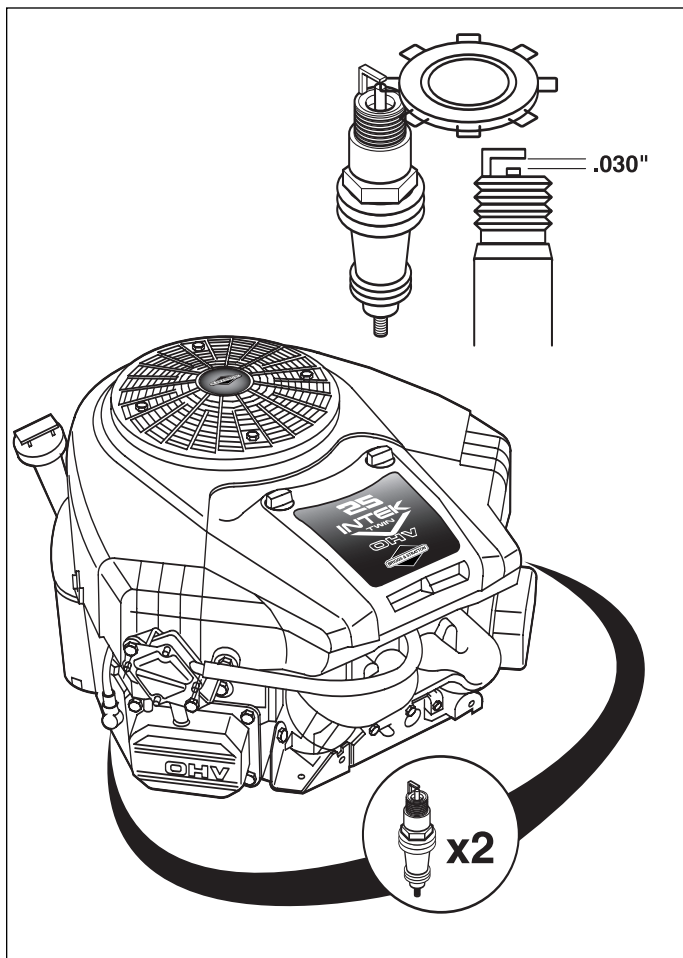

Figure 35. Écartement des électrodes de bougie
2. Voir les Figures 35 ou 36. Nettoyer la zone autour de la bougie.
4. Contrôler l'écartement des électrodes. Il doit être de 0,76 mm / 0,030 po. (voir Figure 35 ou 36).